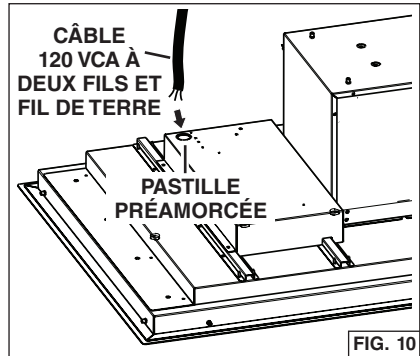

FIG. 10
1. Acheminez un câble d'alimentation électrique à deux fils (plus un fil de terre) jusqu'à une ouverture préamorcée de 19 mm ($\frac{3}{4}$ po) à l'arrière de la hotte. Fig. 10.